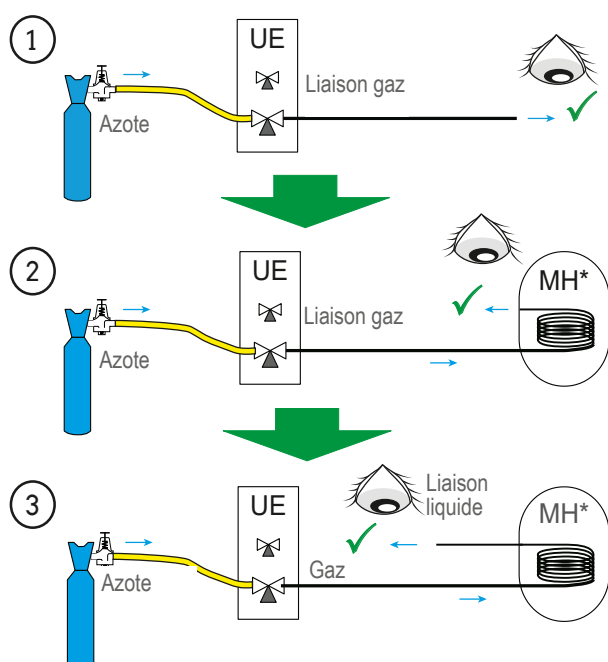

fig. 33 - Vérification des liaisons frigorifiques
- Suivant le cas, raccorder un adaptateur (réduction) 1/4" - 3/8" ou 1/2" - 5/8" (voir fig. 33).